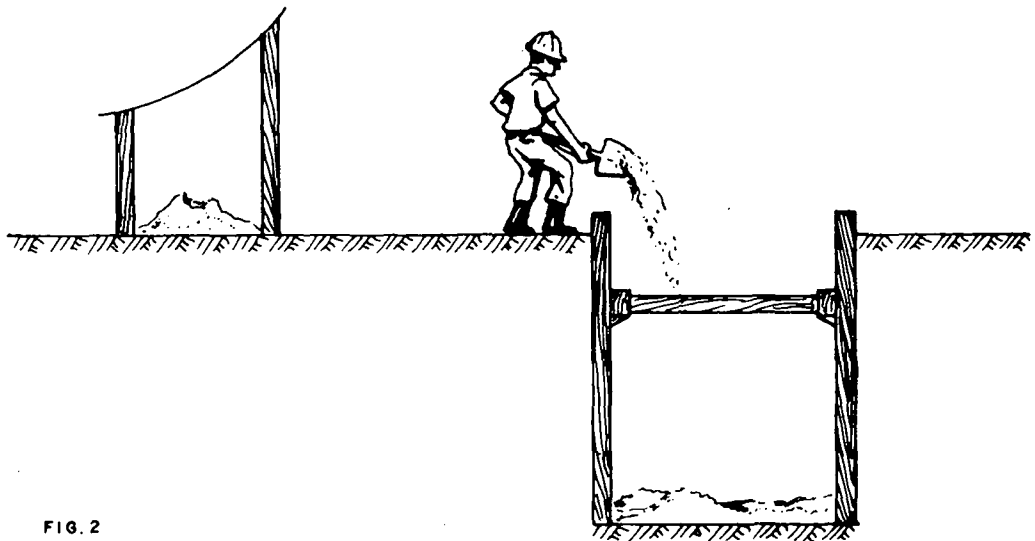

FIG. 2
- 3.º Passo — Ponha no fundo da vala a terra peneirada (fig. 2)